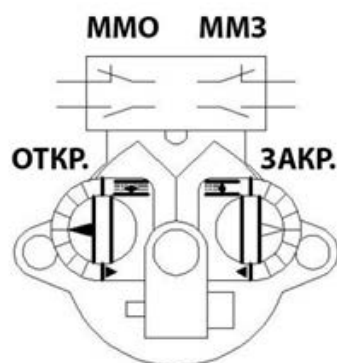

Рисунок 4. Блок моментных выключателей
2.4.2. Вращением соответствующего настроечного винта положений «ОТКРЫТО» или «ЗАКРЫТО» изменить момент срабатывания муфты моментных выключателей (ММО) и (ММЗ) (рис.4). При настройке крутящего момента ориентироваться на флажок-указатель и градуированную шкалу настроечного винта. Диапазон регулировки крутящего момента составляет от 40% до 100% от значений, указанных в табл.1.